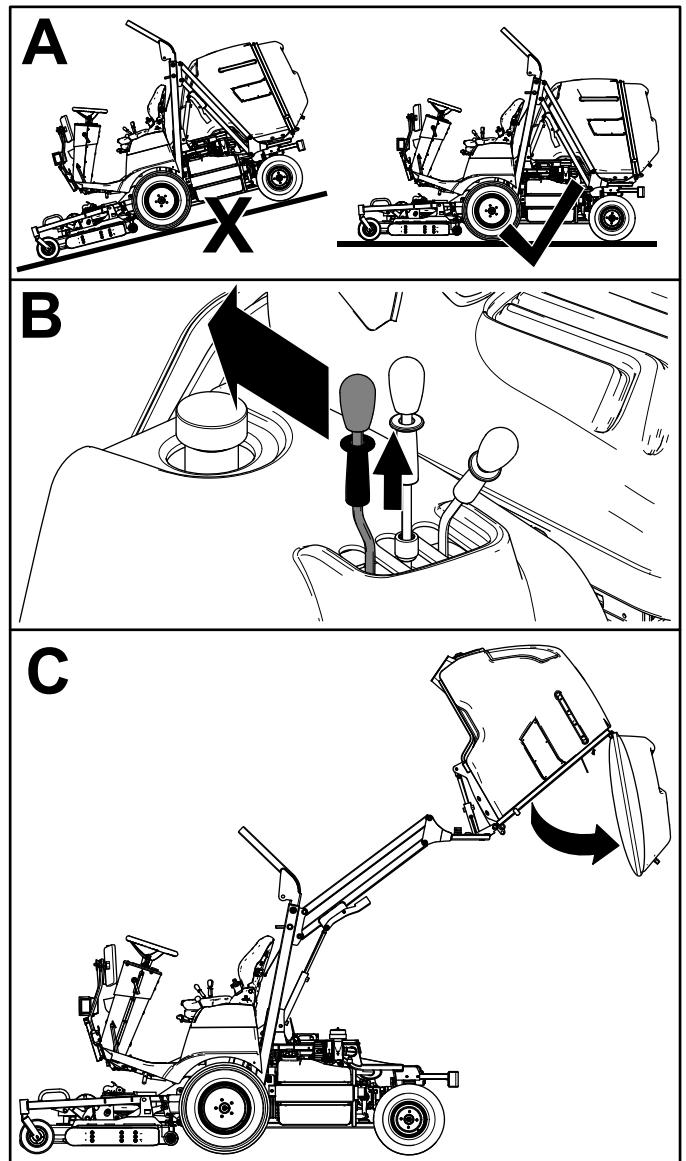

Figura 25
2. Puxe o aro de bloqueio da alavanca de esvaziamento da tremonha para cima e move a alavanca para trás para despejar as aparas da tremonha (Figura 25).